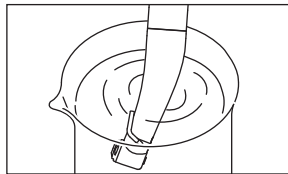

Fig. 11
- 3) (Solo per X-SG20L / SG20) Immergere circa 20 mm della testina del manipolo in acqua e far ruotare il manipolo per circa 15 secondi mentre si passa tra i sensi di rotazione avanti/indietro (Fig. 11)